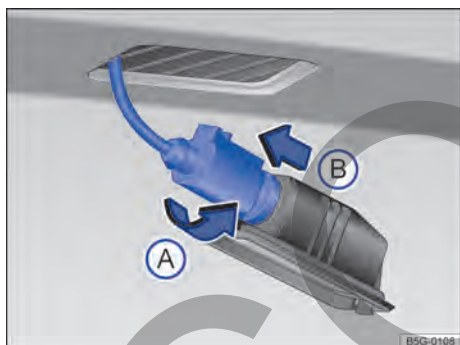

Fig. 169 Luz de matrícula: desmontaje del portalámparas.
- 4 Gire el portalámparas en el sentido de la flecha → fig. 169 (A) y extráigalo junto con la lámpara en el sentido de la flecha (B).
- 6 Coloque el portalámparas en la unidad de iluminación y gírelo en el sentido contrario al de la flecha (A) hasta el tope.